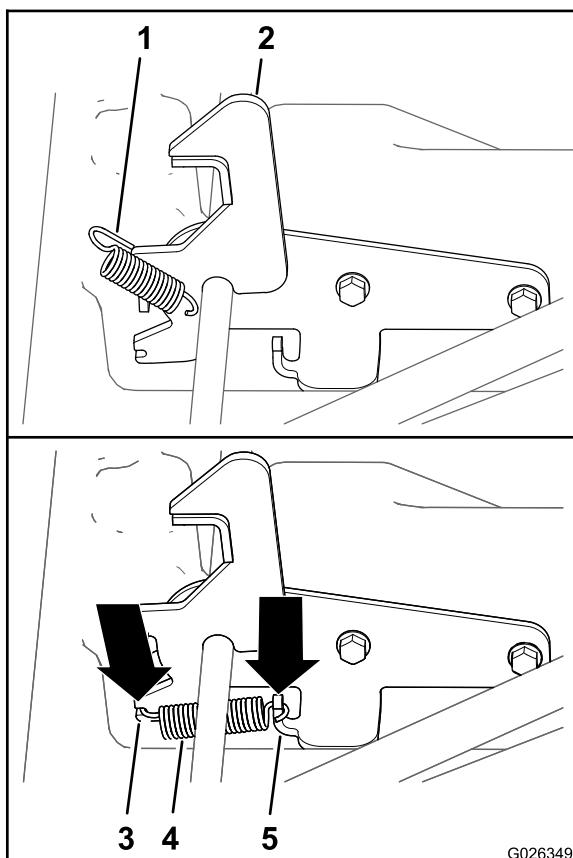

Figura 12
5. Alinhe o espigão de uma mola à mola de apoio do conjunto do trinco (Figura 12).
6. Ligue o espigão mais curto da mola ao pólo da mola do trinco (Figura 12).
7. Repita os passos 5 e 6 para o outro trinco e mola (Figura 12).